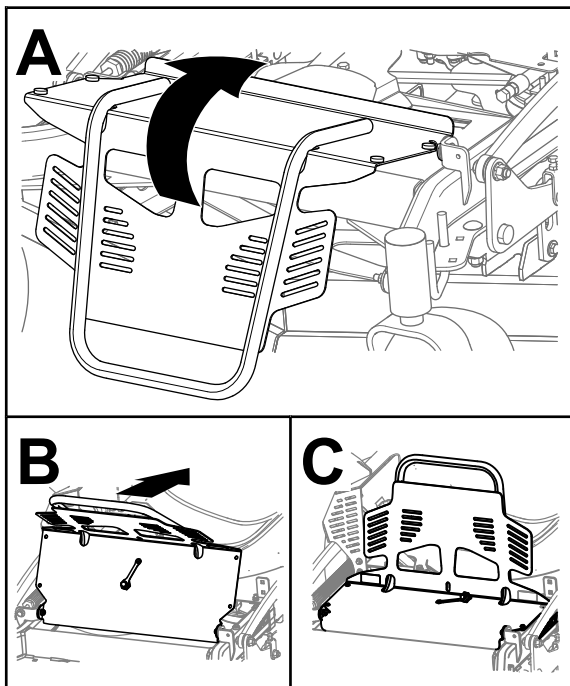

Bild 34
1. Drehen Sie den Motorschutz nach hinten, wie in Bild 34 dargestellt.